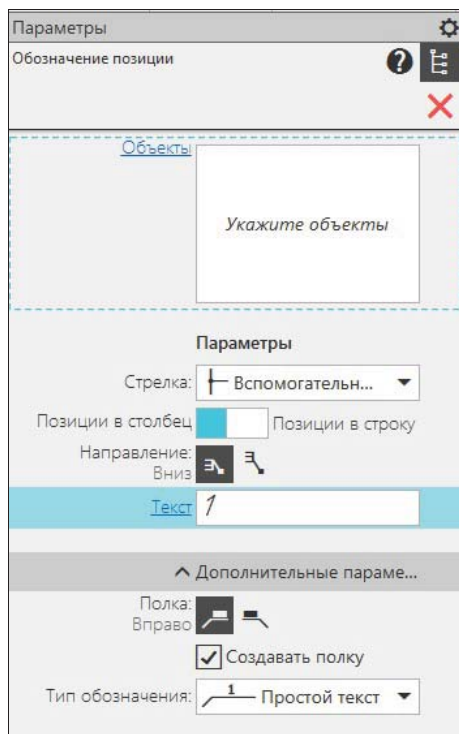

Рис. 28.19. Панель Параметры:
- ◆ вызовите команду **Обозначение позиций**. Укажите объект, на который будет указывать первое ответвление линии-выноски, и задайте точку начала полки. На экране появляется фантом обозначения. На панели **Параметры: Обозначение позиций** (рис. 28.19):